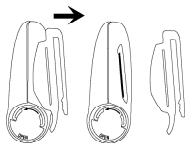

Fig. 1
- Assegure-se de que retirou o grampo para o cinto. Para remover o grampo para o cinto, agarre no grampo e empurre-o gentilmente para fora (Fig. 1). Para voltar a colocar o grampo alinhe a patilha do grampo com a ranhura do sensor e introduza gentilmente o grampo na unidade.